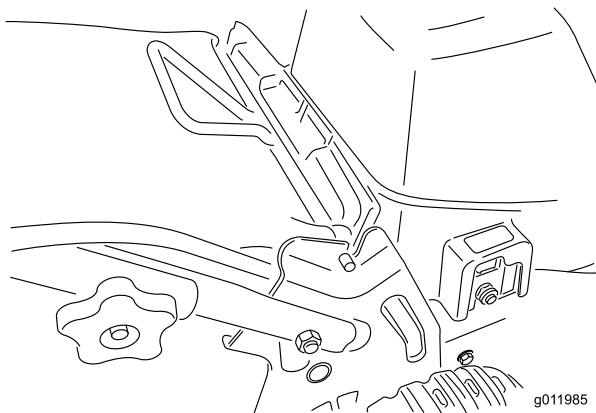

Figura 12
2. Introduzca el asa de la bolsa de recortes en las muescas de los soportes del manillar (Figura 12).